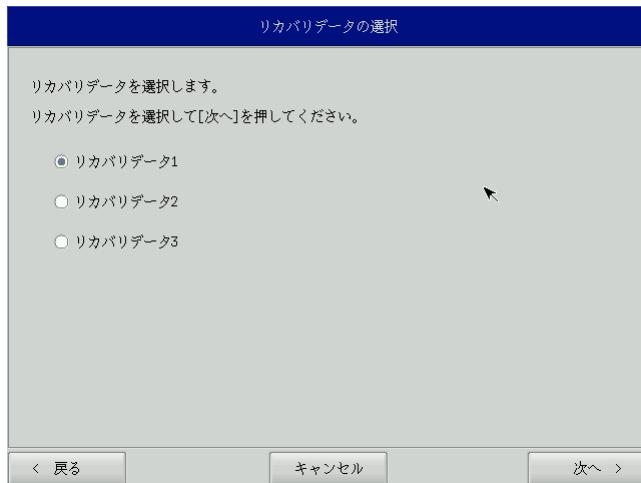

図 6-2-1. リカバリデータ選択画面
- ⑤ リカバリデータ選択画面（図 6-2-1）が表示されます。製品に合わせてリカバリデータを選択し、[次へ] ボタンを押します。表 6-2-1 に AP シリーズで選択できるリカバリデータを示します。